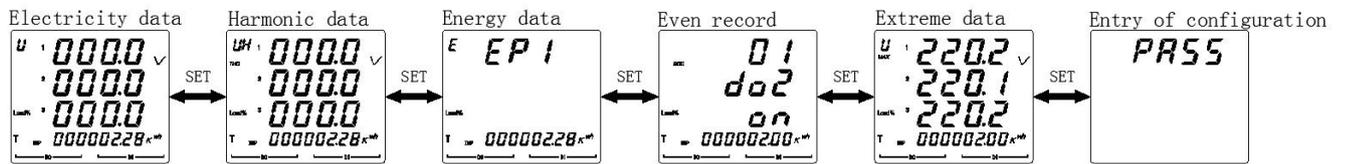

Figura 16
5.2.3 Los pasos para ver varios tipos de parámetros de potencia del AMC72L/96L se muestran en la Figura 16,17.